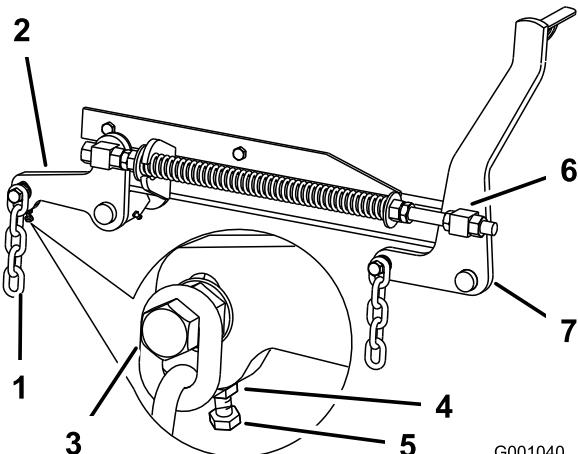

Bild 98
7. Wenn die Werte an den Stellen **B** oder **C** falsch sind, lösen Sie die Schraube, mit der die hintere Kette am hinteren Stützarm befestigt ist (Bild 98).
8. Lösen Sie die Klemmmutter unter dem hinteren Stützarm und stellen Sie die Einstellschraube so ein, dass Sie einen Wert von 80 mm bis 83 mm erhalten, siehe Bild 98.
7. Lösen Sie die Klemmmuttern des vorderen Drehzapfens, vorne am rechten und linken Drehzapfen, um ungefähr 13 mm (Bild 98).
8. Stellen Sie die Hubmuttern auf der linken und rechten Seite der Maschine so ein, dass Sie vorne an Stelle A einen Wert erzielen, der um 6 mm bis 10 mm niedriger ist als hinten an Stelle B (Bild 98).